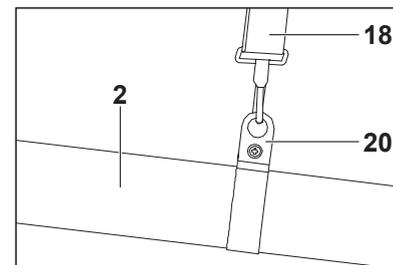

Fig. 19
- > Accrochez le harnais à la boucle [20] située du côté supérieur du tube [2] (fig. 19)